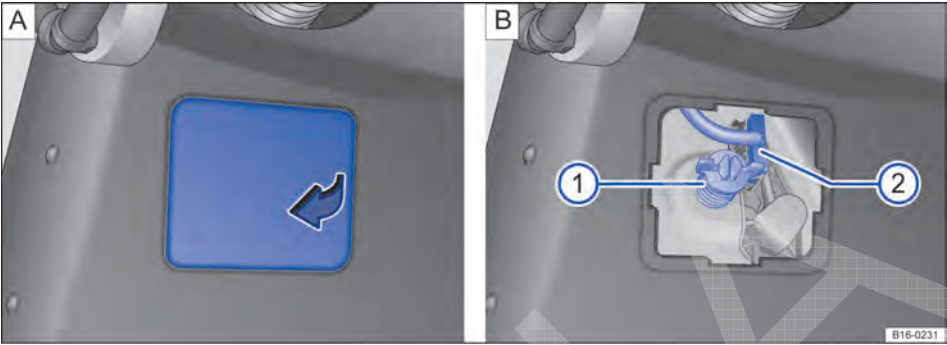

Fig. 229 Lateralmente no compartimento de bagagem: A: abrir a cobertura do revestimento lateral traseiro, B: remover a lanterna traseira.
3.	Abrir a abertura do revestimento lateral traseiro ⇒ Fig. 229 A.
4.	Desaparafusar o parafuso de fixação da lanterna traseira ⇒ Fig. 229 B ① e retirar a lanterna traseira cuidadosamente da carroceria. Retirar o conector ⇒ Fig. 229 B ② do suporte da lâmpada.
9.	Segurar a lanterna traseira na posição de montagem com uma das mãos e rosquear o parafuso de fixação com a outra mão ⇒ Fig. 229 B ①.